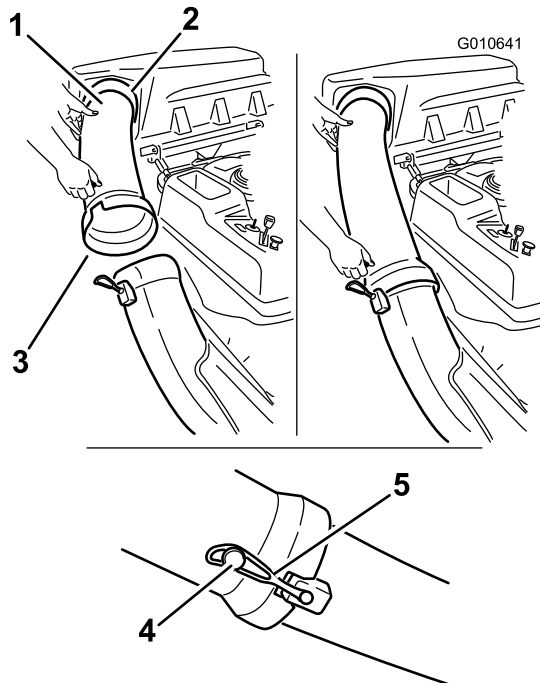

Figure 23
1. Glissez l'extrémité courbe du tube d'éjection dans l'ouverture du couvercle du système de ramassage (Figure 23).
2. Glissez l'extrémité évasée du tube d'éjection sur l'extrémité de la goulotte. Accrochez la sangle en caoutchouc de la goulotte à l'ergot situé sur le tube d'éjection pour la fixer en position (Figure 23).